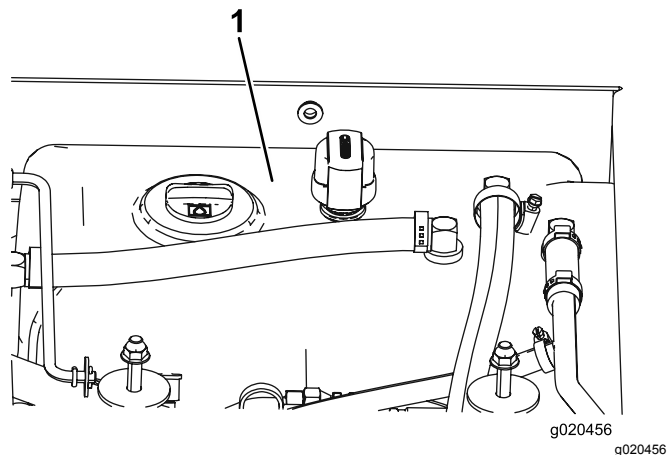

Figura 104
4. Llene el depósito (Figura 104) con fluido hidráulico; consulte Comprobación del fluido hidráulico (página 79).